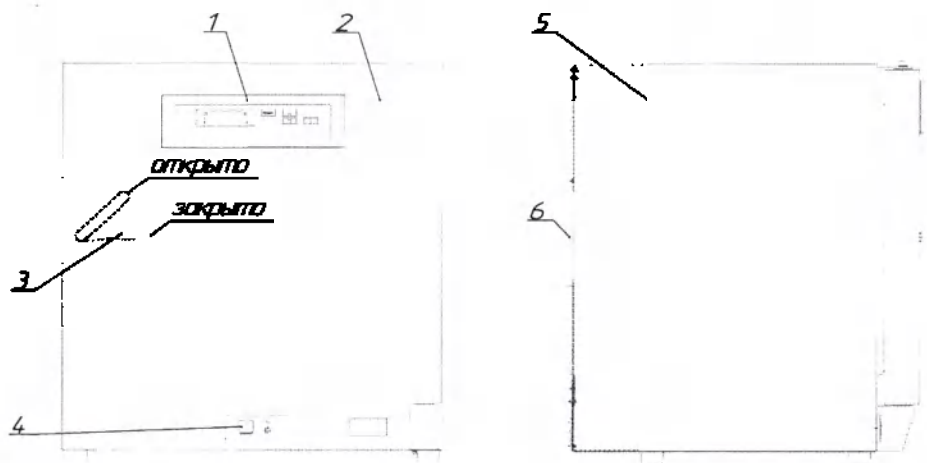

Рисунок 1. Общий вид.
2.3.9 По окончании работы установить сетевой выключатель в положение "О" (поз. 4, рис. 1).